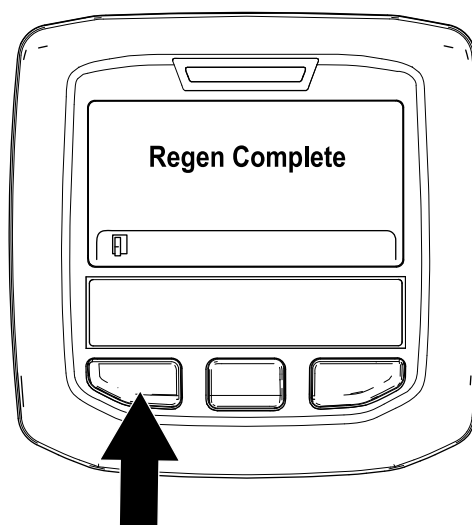

Figura 46
9. La rigenerazione parcheggiata è completa quando nell'InfoCenter appare il messaggio "Rigen. completa". Premete il pulsante sinistro per uscire e tornare alla schermata Home (Figura 46).